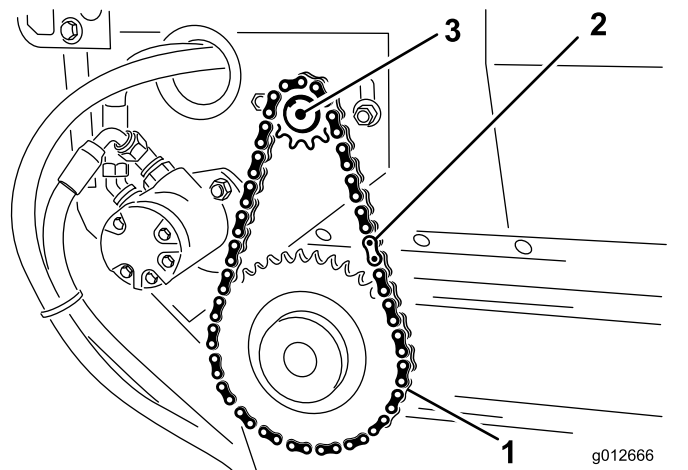

Figura 33
1. Monte la cadena en el piñón pequeño y fije la cadena con el eslabón maestro (Figura 33).